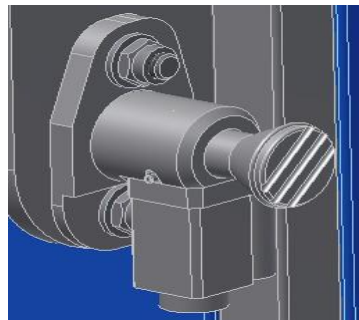

Abb. 40
- den Knopf  auf dem Bedienfeld drücken (der Knopf löst die Verriegelung des Riegels für 4 Sekunden, Abb. 40)